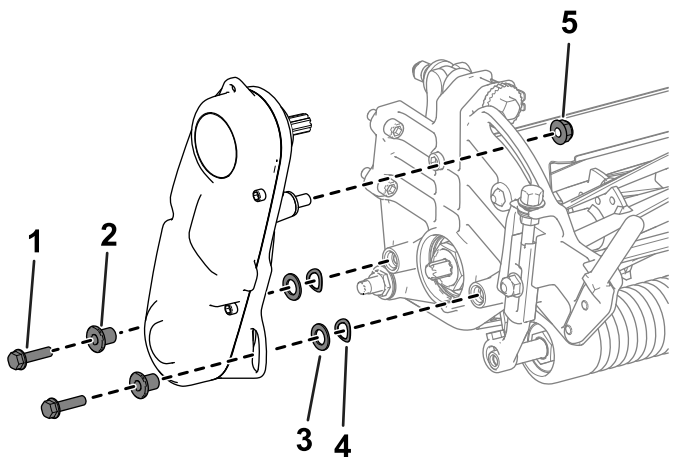

Figura 3
1. Rimuovete la bulloneria che fissa il gruppo di rotazione del cilindro alla piastra laterale (Figura 3).
2. Rimuovete il gruppo di trasmissione del cilindro, le rondelle piane, le rondelle elastiche e i distanziali dalla piastra laterale (Figura 3).